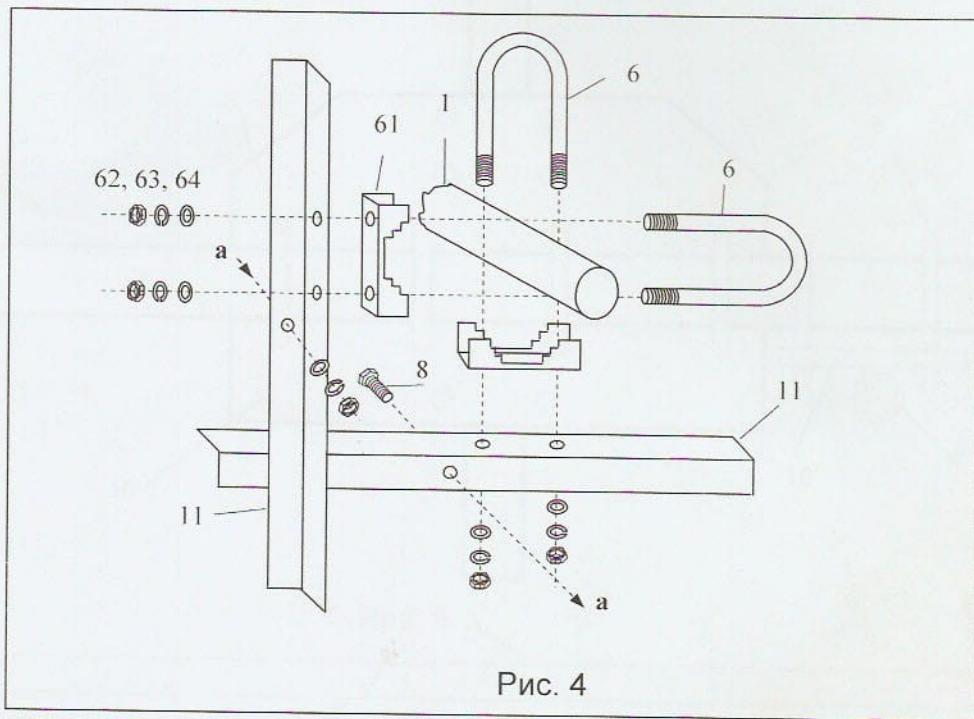

Рис. 4
Закрепите уголки (11) на траверсе (1), как показано на рисунках 4 и 5. Необходимо выдержать прямой угол между двумя уголками. Для этого Вам может понадобиться угольник. Затягивая гайки (62), необходимо проверять перпендикулярность уголков. После того, как у Вас получилась крестовина из двух перпендикулярных уголков, большим сверлом из комплекта антенны просверлите два отверстия диаметром 6 мм в центре крестовины (точка «а» на рис. 3, 4) и скрепите уголки болтами (8) (рис. 4). Аналогично соберите остальные две
На рис. 4 крестовины промаркованы буквами А, В, С.